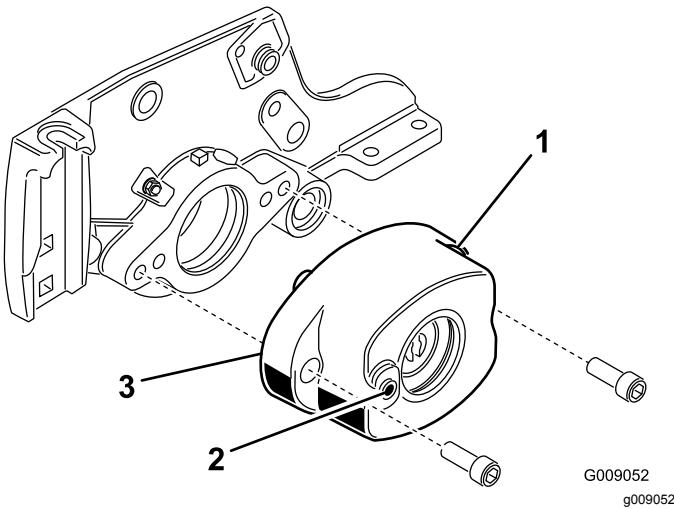

Figura 6
- Montate l'alloggiamento della spazzola per rullo sull'alloggiamento del cuscinetto del cilindro con 2 bulloni a brugola ($\frac{3}{8}$ " x 1") (Figura 6). Posizionate l'alloggiamento della spazzola per rullo in modo che il foro filettato sia posizionato verso la parte anteriore dell'apparato di taglio.